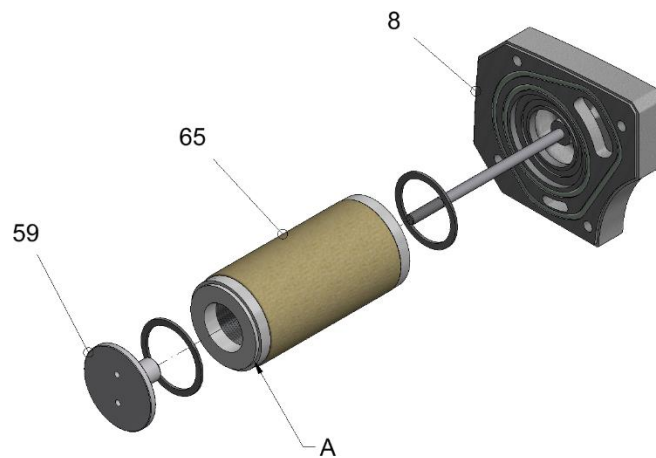

Abb. 44: Lufttölelement auf den Abscheiderdeckel montieren
Bei der Montage des Lufttölelements ist darauf zu achten, dass das Lufttölelement mit dem Absatz (A) Richtung Verschlussdeckel (Pos. 59) montiert wird (siehe Abb. 44).